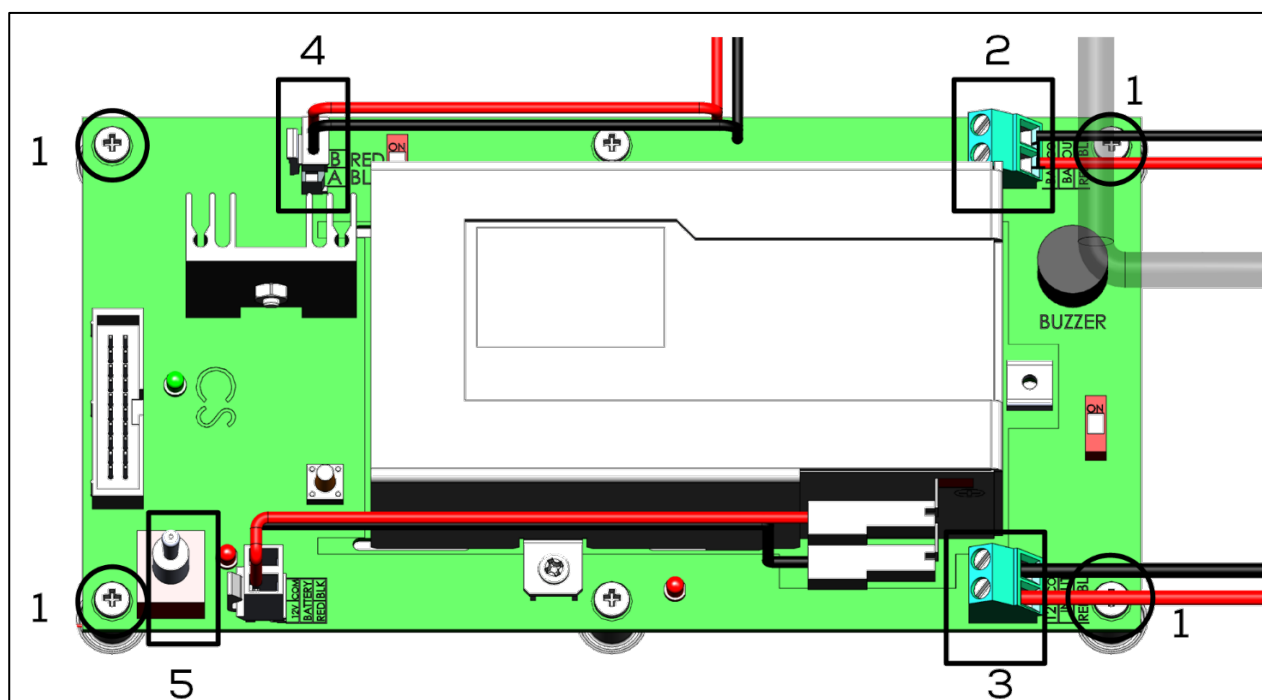

图 52：报警电池扩展安装
- 如果电池为升级选配件，请按照图 52 所示安装设备。
*CAUTION* 重新启动 Trio 之前，关闭报警电池。将拨动开关切换到关闭位置。请参阅图 52。